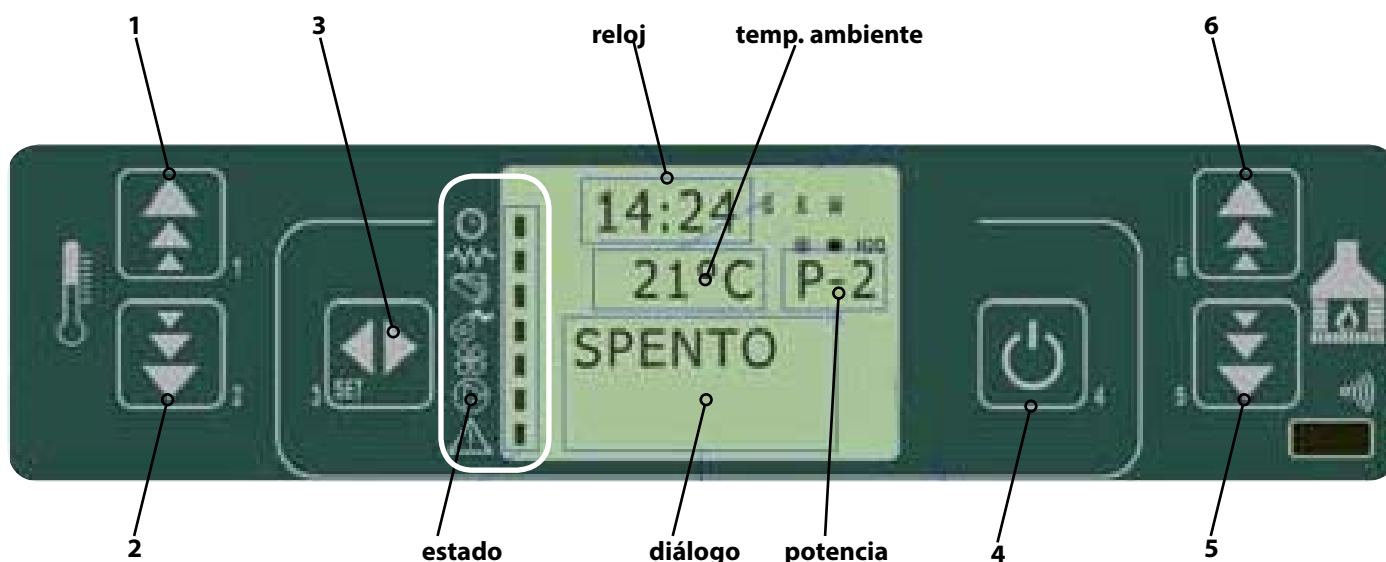

fig. 18a Descripción de los botones
Permite configurar la hora y la fecha corrientes. El panel lleva una batería de litio que permite al reloj interior una autonomía superior a los 3/5 años. Para modificar los valores, desde el menú **02 - Set Crono**, utilizando las teclas **(5)** y **(6)** fig. 18a desplácese por las opciones hasta la opción "02 - program día", escoja los nuevos valores con las teclas **(1)** y **(2)** fig. 18a, luego confirme con la tecla **(3)** fig. 18a.
Permite seleccionar el idioma de diálogo entre los disponibles. Para modificar el idioma, desde el menú **03 - Escoger idioma**, utilizando las teclas (1) y (2) fig. 18a desplácese por las opciones hasta el idioma que desea.
Activa la modalidad "STAND-BY" que lleva el producto a apagado, después de que la temperatura ambiente permanece más tiempo del predefinido, superior al valor programado (SET). Después del apagado que sigue a esta condición, el nuevo encendido se podrá realizar solo cuando la temperatura programada (SET) sea inferior a la del ambiente, durante un determinado período. Para modificar la modalidad, desde el menú **04- Modo stand-by**, utilizando las teclas (1) y (2) fig. 18a se puede activar/desactivar.
Cuando se ha configurado la selección en (SET) se deshabilita la señal acústica. Para modificar la modalidad desde el menú, **05 - Zumbador**, utilizando las teclas (1) y (2) fig. 18a se puede activar/desactivar.